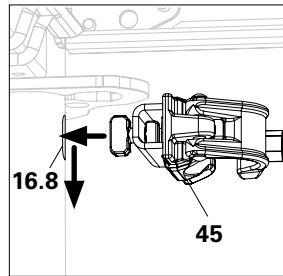

Abb. A7.01
1. Gerüsthalterkupplung EWC (45) in Langloch (16.8) von Easyrahmen EVF oder Konsole einstecken und um 90° nach unten drehen. Möglich bei einstieligem- und zweistieligem Gerüsthalter. (Abb. A7.01 – A7.01b)